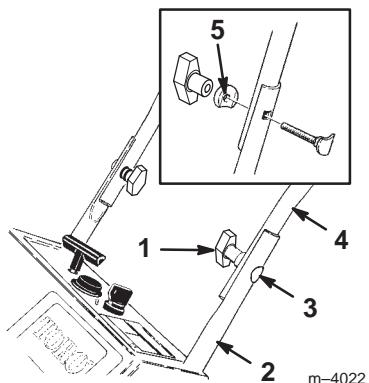

Figure 2
- Placez les extrémités de la partie supérieure du mancheron à l'intérieur de la partie inférieure, les trous en face les uns des autres (Fig. 2).
- Bouton du mancheron (2)
- Boulon à tête ovale (2)
- Rondelles bombées (2)
- Insérez les boulons à tête ovale à travers les trous alignés des parties du mancheron, les têtes des boulons se trouvant du côté extérieur du mancheron (Fig. 2).
Remarque : Veillez à bien aligner les boulons à tête fraîsée bombée et les rondelles bombées (voir encadré à la Fig. 2).